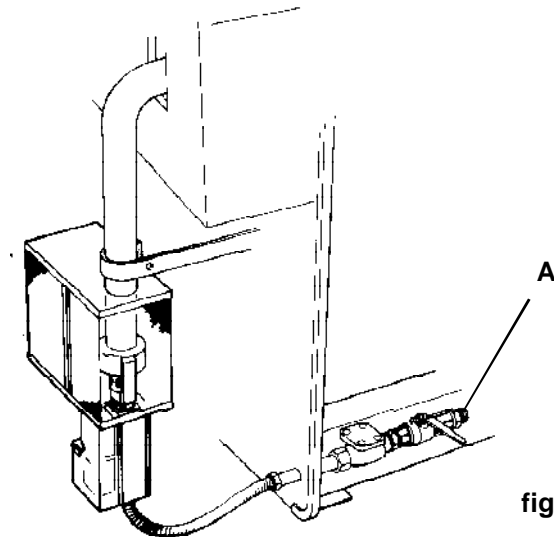

fig. 22
* The gas installer must connect the supply to the machine. The gas connection is located at the right base rear side (**fig. 22/A**). Prevent machine components rotation as if conical threads are overtightened female components could be damaged. Refer to **CONNECTION CHART** for technical data.
* La empresa instaladora deberá realizar la conexión de gas a la máquina. El conducto para la conexión de gas, se encuentra ubicado en la parte posterior de la bancada derecha (**fig.22/A**). Efectuar la conexión evitando el giro de los componentes de la máquina puesto que un exceso de apriete de las roscas cónicas podrían agrietar los componentes hembra. El diámetro de este conducto está especificado en la **TABLA DE CONEXIONES**.
* Il faut que ce soit l'installateur agréé qui effectue le raccordement de gaz à la machine. Le tuyau de raccordement de gaz, est placé à l'arrière du bâti droit (**fig. 22/A**). Effectuer la connexion en évitant la rotation des composants de la machine étant donné qu'un serrage excessif des vis coniques pourraient fendiller les composants femelles. Le diamètre de ce tuyau est précisée sur la **FEUILLE DE RACCORDEMENTS**.